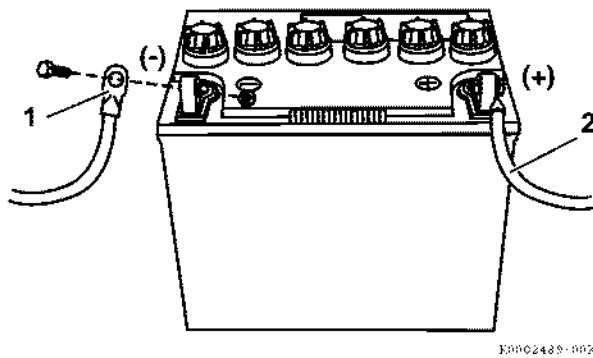

Рис. 43
1. Когда отсоединяете кабели, в первую очередь ослабьте и отключите от аккумулятора отрицательный (-) кабель (Рис. 43, (1)).
2. В последнюю очередь отсоедините от аккумулятора положительный (+) кабель (Рис. 43, (2)).